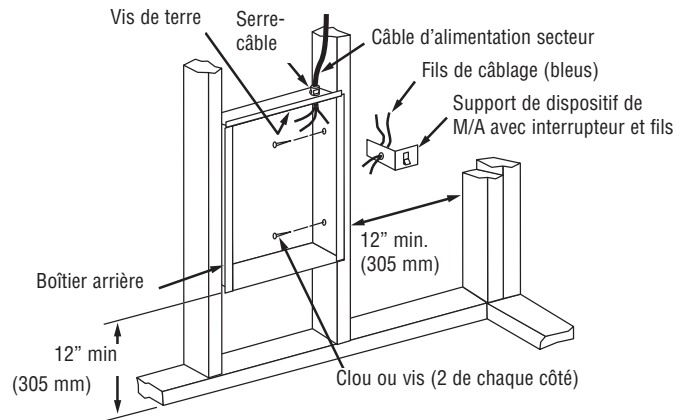

Figure 1 - Positionnement du boîtier arrière dans une construction neuve
3. Fixez le boîtier arrière en place avec des vis à bois ou des clous comme c'est montré en Figure 1.
4. Tirez un câble secteur dans la zone de l'entrée défoncée à l'angle supérieur droit du boîtier arrière (Voyez la Figure 1). Tout le câblage doit être réalisé en conformité avec les normes électriques nationales et locales. Référez-vous à la partie Spécifications pour le calibre correct de fils.